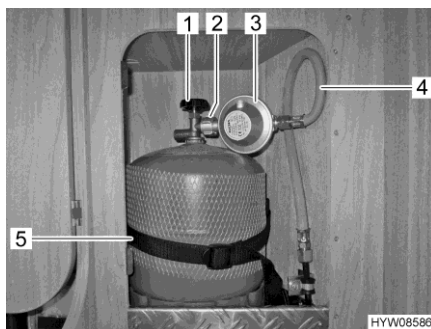

Fig. 52 Raccordo bombola del gas
- Chiudere la valvola principale di arresto (valvola di sicurezza) (Fig. 52,1) della bombola del gas. Osservare la direzione della freccia.
- Tenere fermo il regolatore di pressione del gas (Fig. 52,3) e aprire il dado zigrinato (Fig. 52,2) (generalmente filettatura sinistra).
- Rimuovere il regolatore di pressione del gas con il tubo del gas (Fig. 52,4).
- Allentare la cinghia di fissaggio (Fig. 52,5) ed estrarre la bombola del gas.
- Fissare la bombola del gas con la cinghia di fissaggio (Fig. 52,5).
- Collocare il regolatore di pressione del gas (Fig. 52,3) con il tubo del gas (Fig. 52,4) sulla bombola del gas e serrare il dado zigrinato (Fig. 52,2) (generalmente filettatura sinistra). **Non** tirare con molta forza.